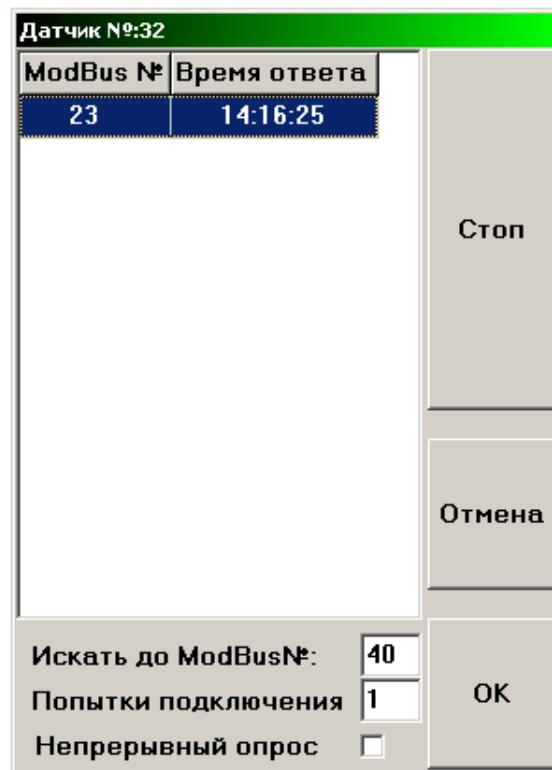

Рис. 6.8 Поле поиска датчика
2) нажатие кнопки «Поиск» включает автоматический опрос датчиков, генерируя адреса с 1-го до указанного в поле «Искать до Modbus №». На экране высвечивается окно, изображённое на рис.6.8. Программа добавляет найденные датчики в список. После опроса всех ModBus номеров (если не стоит флажок «Непрерывный опрос») поиск прекращается. Чтобы подключиться к одному из найденных датчиков для дальнейшей работы, выберите его в списке и нажмите клавишу «ENTER» или кнопку - «OK».